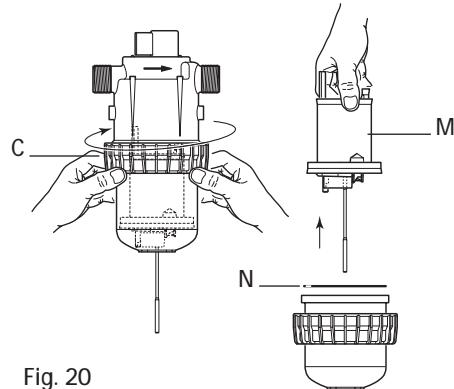

Fig. 20
- Svitare a mano il dado della parte superiore (Fig. 20-C) e rimuoverlo.
- Uscire il pistone motore (Fig. 20-M) tirando verso l'alto.
- Per questo, tappa ① posizionare il motore parzialmente nella parte inferiore, tappa ②, poi in posizione intermedia nella parte superiore stando attento a non rovinare la guarnizione di tenuta (Fig. 20-N).
- Tappa ③, avvitare il dado a mano.
- Montare l'insieme, poi rimontare la parte dosaggio avendo prima pulito o cambiato la guarnizione di tenuta (Fig. 20-N).